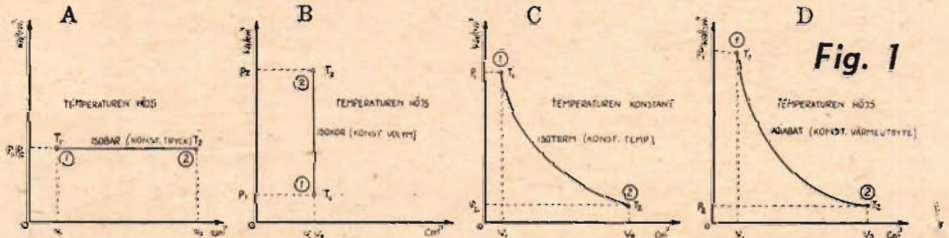

Fig. 1
Att detta mekaniska arbete kan åstadkommas beror på den speciella egenskapen hos materien att den som bekant utvidgar sig vid uppvärmning på ett sätt som är beroende av dess temperatur. Detta är ingen omotiverad egenskap hos materien utan är en direkt följd av första huvudsatsen. Gaserna har, tack vare att de kan komprimeras, betydelsefulla egenskaper för vilka man genom omfattande experiment kunnat fastställa lagarna. Gasens (t. ex. luften) tryck, volym och temperatur är nämligen direkt beroende av varandra. Detta har gett upphov till *gasernas allmänna tillståndslag*, vilken gör att man matematiskt kan bestämma en gasmassas egenskaper under skilda förhållanden. Emedan dessa beräkningar också blir beroende på vilken gas det är fråga om (luft, syre, kväve etc.) har man infört en s. k. gaskonstant, som har ett visst värde för varje gas. Dessa matematiska lagar kan studeras i s. k. tryck-volymdiagram (all matematik kan studeras i diagram) vilka kan liknas vid en feberkurva, där temperaturen avses på en vertikal och tiden (dagarna) på en horisontal linje. Genom att varje dag utmärka temperaturen med en punkt kan dessa punkter efter en viss tid sammanbindas med en linje varvid man får en kurva som visar temperaturen med avseende på tiden. I ett tryck-volymdiagram (händaneftter kallat p-v-diagram, där p betyder tryck och v volym) avser man i stället trycket på den vertikala och volymen på den horisontella linjen. Vid en viss volym och temperatur kan man så med gaslagarnas hjälp beräkna trycket och avsetta detta med en punkt mitt över den gällande volymen. Genom en mångfald sådana beräkningar får man en massa punkter som kan sammanbindas med en kurva. I fig. 1 visas några sådana kurvor över gaslagarna vid några specialfall. Vi tänker oss en luftmassa
innesluten i en tät cylinder. Fig. 1 a visar då ett p-v-diagram om man tänker sig att volymen ökas från  $v_1$  till  $v_2$ , t. ex. genom att en kolv förskjuts i cylindern, medan trycket hålls konstant dvs.  $p_1$  är lika med  $p_2$ . Detta möjliggörs enligt gaslagarna endast om temperaturen (T) höjs ett bestämt värde, från  $T_1$  till  $T_2$ . Kurvan blir då en rät linje från 1 till 2. Går förloppet åt motsatt håll (volymen minskas) måste temperaturen successivt minskas. Kurvan kallas för isobar och *volymerna är proportionella mot temperaturerna*. Om man i stället tänker sig att volymen är konstant och att trycket höjs fås kurvan enligt 1 b. Tryckökningen kan också åstadkommas endast genom att temperaturen höjs, från  $T_1$  till  $T_2$ . Kurvan kallas isokor och *trycken är proportionella mot temperaturerna*. I motsatt fall måste temperaturen minskas.